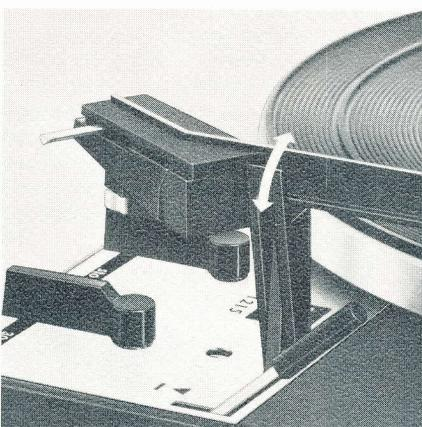

Fig. 7
Dann wählen Sie die erforderliche Plattensteller-Drehzahl ②, stellen die Drehtaste ⑬ auf den Schallplatten-Durchmesser (17, 25 oder 30 cm, bzw. 7, 10 oder 12") ein und entriegeln den Tonarm (Fig. 7).
Bemerkung: Nach dem Spielen der Schallplatte oder der letzten Platte eines Stapels kehrt der Tonarm automatisch auf seine Stütze zurück. Das Gerät schaltet sich aus. Es empfiehlt sich, nach Beendigung des Spieles den Tonarm zu verriegeln (Fig. 7).